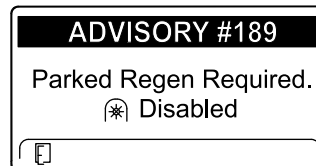

Figure 55
- Si vous n'exécutez pas de régénération en stationnement dans un délai de 2 heures, l'InfoCenter affiche ADVISORY #189 (avis n° 189) pour demander une régénération en stationnement – prise de force désactivée (Figure 55).